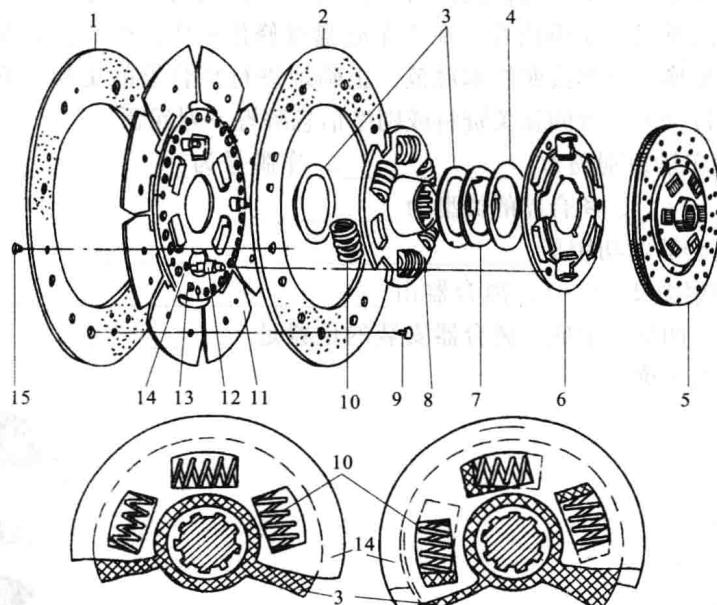

图 2-1-3 从动盘结构和扭转减振器工作原理
7. 观察实物，如图 2-1-3 所示。写出图示离合器从动盘各元件的名称。